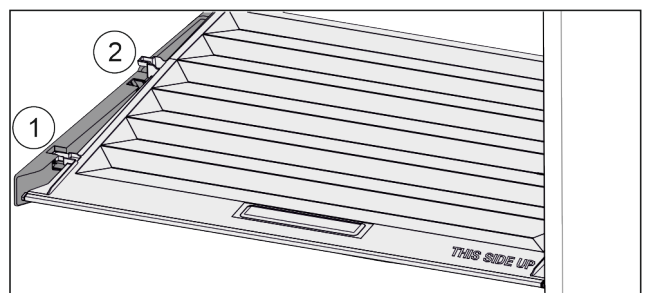

Fig. 45
- Tirare in avanti il coperchio fino all'apertura nei fermi Fig. 45 (1).
- Sollevare posteriormente dal basso e togliere verso l'alto Fig. 45 (2).